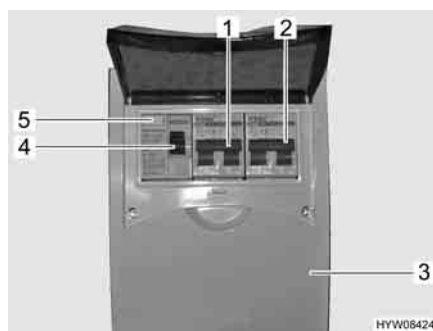

Fig. 119 Scatola dei fusibili a 230 V con interruttore di sicurezza e interruttore automatico FI
Un interruttore di sicurezza per correnti di guasto (interruttore automatico FI) (Fig. 119,5) nella scatola dei fusibili (Fig. 119,3) protegge l'intero veicolo da correnti di guasto (0,03 A).
L'interruttore di sicurezza collegato in serie (10 A) (Fig. 119,1) protegge le prese da 230 V, la centralina elettrica, il caricabatteria supplementare e il frigorifero.
Per veicoli con accessori opzionali, p. es. il riscaldamento ad aria calda con riscaldatore elettrico a immersione o l'impianto di climatizzazione a tetto, un ulteriore interruttore di sicurezza (16 A) (Fig. 119,2) protegge l'apparecchio.
- Se il veicolo è collegato all'alimentazione a 230 V, premere il tasto di controllo (Fig. 119,4). L'interruttore di sicurezza per correnti di guasto (FI) deve scattare.